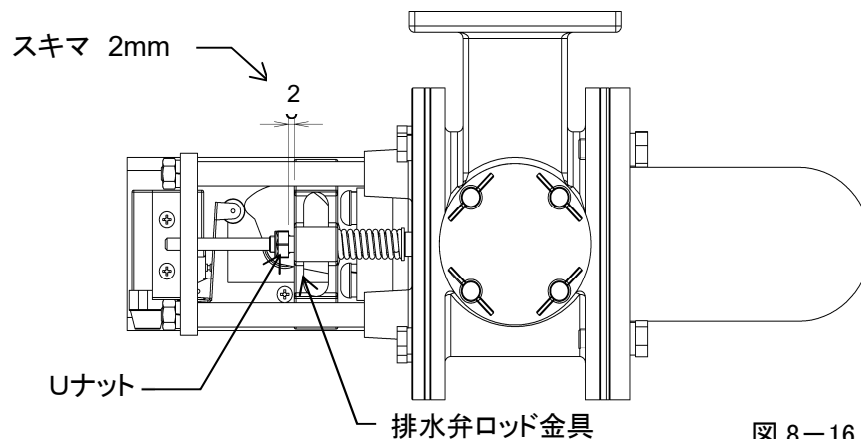

図 8-16
- ・ 排水弁の押し代調整をおこないます。(図 8-16)
- ・ ⑱排水弁ロッド金具と⑳Uナットとのスキマが 2mm になるようにナットを調整します。